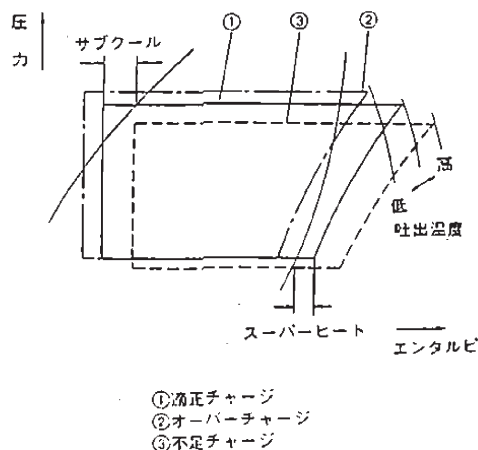

図37 冷媒チャージ量とモリエル線図
- 冷媒チャージ量の過不足に関しては一般的に次のようなことが言えます。すなわち、オーバーチャージの場合は高压が高く、サブクールが大きく、スーパーヒートが小さく、吐出温度が低い。また不足の場合は高压が低く、サブクールが小さくスーパーヒートが大きく、吐出温度が高い。このことをモリエル線図に図示すると図37のようになります。